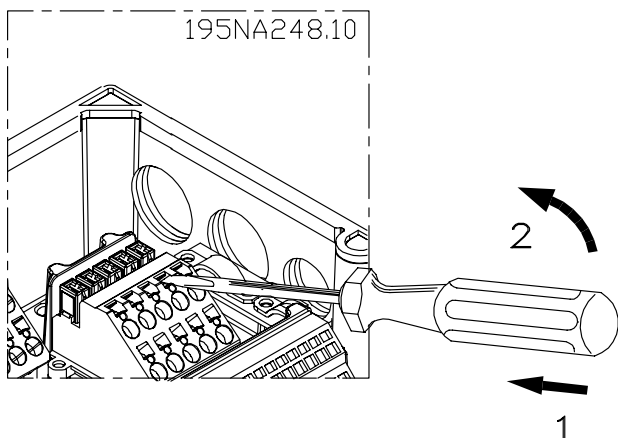

图 2.14 打开端子
1. 将一把小螺丝刀插入触点上方的槽中，从而打开触点，如 图 2.14 所示。